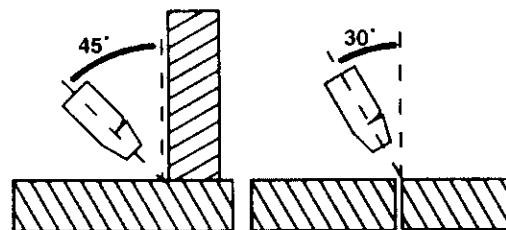

Figura 8. Posición de la pistola, Ángulo B
2. El ángulo B (Figura 8) puede variarse por dos razones: para ver mejor el arco en relación al charco de soldadura fundida y para dirigir la fuerza del arco.